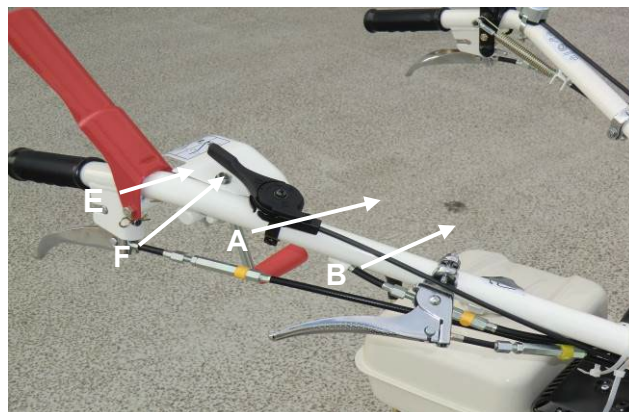

Figura 19
- Si la cuchilla no se detiene cuando se suelta la palanca de la cuchilla, ajuste el cable de tensión de la siguiente manera: desenrosque el tornillo de bloqueo (A, Figura 19) y desenrosque la tuerca (B, Figura 19). Pruebe la máquina nuevamente. Realice el ajuste nuevamente si es necesario. Cuando se realiza el ajuste, atornille el tornillo de bloqueo (A, Figura 19) en la tuerca (B, Figura 19).
- Si la cuchilla no se mueve cuando se presiona la palanca de transmisión, ajuste el cable de tensión de la siguiente manera: desenrosque el tornillo de bloqueo (A, Figura 19) y luego atornille la tuerca (B, Figura 19). Pruebe la máquina nuevamente. Realice el ajuste nuevamente si es necesario. Cuando se realiza el ajuste, atornille el tornillo de bloqueo (A, Figura 19) en la tuerca (B, Figura 19).